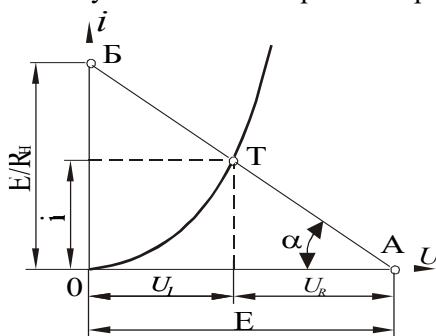

Рис. 36. Построение линии нагрузки
Уравнение для сопротивления  $R_n$  – это прямая линия, называемая *линией нагрузки*. Ее можно построить по двум точкам на осях координат. При  $i = 0$  из уравнения (1) получим:  $E - U_D = 0$  или  $U_D = E$ , что соответствует точке  $A$  на рис. 36. Если  $U = 0$ , то  $i = E / R_n$  (точка  $B$  на рис. 36). Через точки  $A$  и  $B$  проводим прямую, которая является линией нагрузки. Координаты точки  $T$  дают решение поставленной задачи. Следует отметить, что все остальные точки прямой  $AB$  не соответствуют каким-либо рабочим режимам диода.